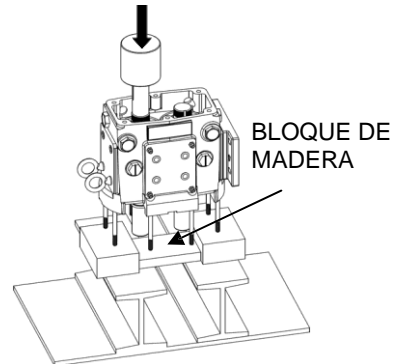

Figura 48: Presionar ejes de caja de engranes
4) Coloque la caja de engranes en una prensa con el lado del extremo del fluido hacia abajo (Figura 48). Use un bloque de madera para evitar que los ejes golpeen el suelo cuando se empujen hacia afuera. Una vez que el bloque protector esté en su lugar, empuje los ejes hacia fuera de la caja de engranes. Consulte la Tabla 6 para conocer la fuerza necesaria (en toneladas) para empujar los ejes fuera de la caja de engranes.